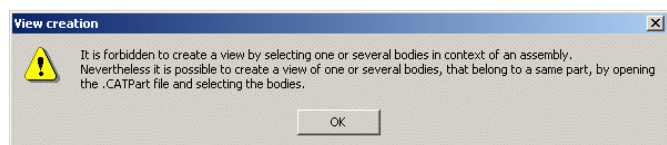

图 6-58
5) Select body in assembly (选择装配中的几何体): 可以通过选择装配中的一个或多个几何体创建视图。默认情况下, 未选中此复选框; 如果试图从几何体中生成视图, 将显示如图 6-58 所示的错误信息。